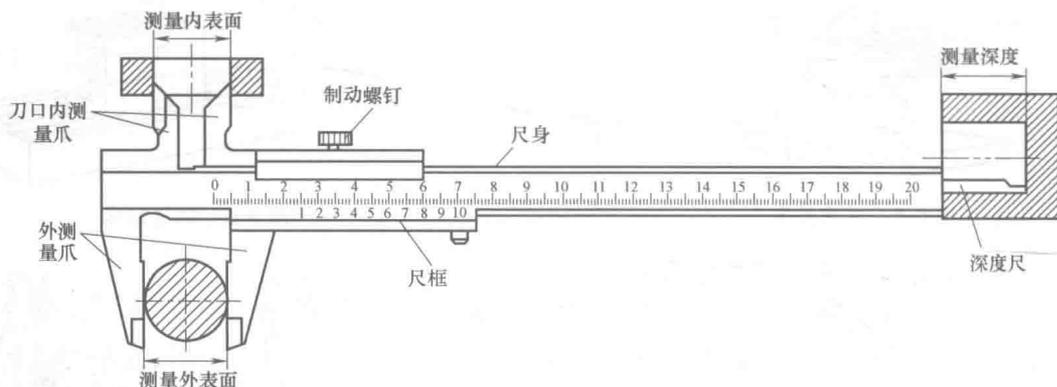

图 0-9 常用游标卡尺的结构
1) 游标卡尺的规格、结构。游标卡尺的测量范围为 0~150mm、0~200mm、0~300mm 和 0~500mm 等。游标卡尺的外形结构种类较多，图 0-9 所示为常用游标卡尺的结构。